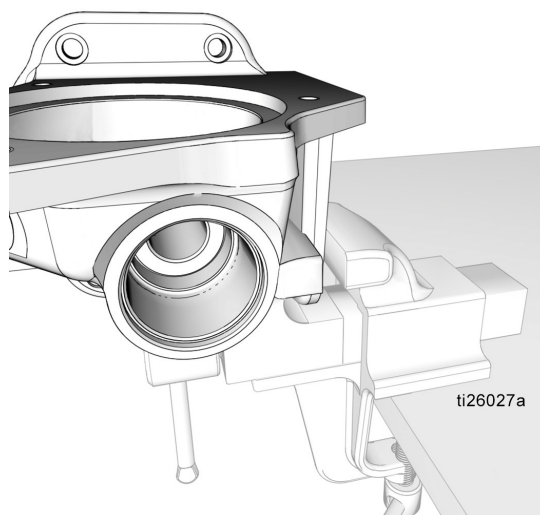

FIG. 40
- 4. Riposizionare la base della pompa (1) in una morsa come mostrato in FIG. 40.